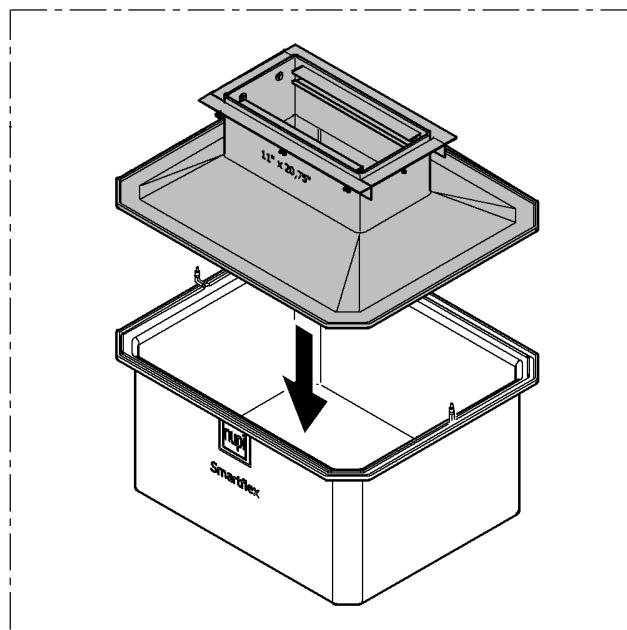

Fig. 2
- Posicionar a tampa do escoadouro para distribuidor na base do mesmo tomando o cuidado para não raspar os conectores necessários para a soldagem. (Fig.2)